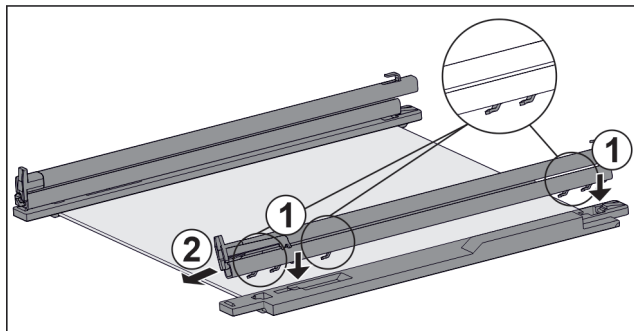

Fig. 128 Tablette en verre avec rails et pièces de retenue
- Placer les crochets du rail sur les ouvertures de la pièce de retenue de **gauche**. Fig. 128 (1)
- Tirer le rail vers l'avant. Fig. 128 (2)
- Placer les crochets du rail sur les ouvertures de la pièce de retenue de **droite**. Fig. 128 (1)